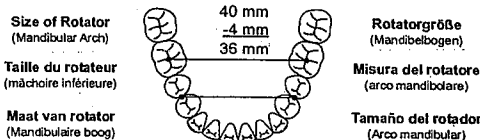

Fig. 1/Abb. 1/Afb. 1
1) When the mandibular permanent first molars are in a normal position, measure in millimeters across the arch, central pit-to-central pit. Then subtract 4 mm from this measurement (Fig. 1). The result will yield the size of the rotator to use in the maxilla and includes 1.5-to-2 mm of over-correction from the width of the molar bands and lingual sheaths. (When the rotation and expansion is greater than 4 mm, we recommend you use the Nitanium Palatal Expander 2.)
1) Sofern die mandibulären endgültigen ersten Molaren normal stehen, wird der Abstand über den Bogen in Millimetern gemessen (Zentralvertiefung zu Zentralvertiefung). Von diesem Wert 4 mm abziehen (Abb. 1). Das Ergebnis gibt die Größe des in der Maxilla zu verwendenden Rotators an und berücksichtigt eine Überkorrektur von 1,5 bis 2 mm von der Breite der Molarbänder und der lingualen Mäntel. (Sind die Drehung und Dehnung größer als 4 mm, sollte der Nitanium Palatal Expander 2 verwendet werden.)
1) Une fois les premières molaires de la mâchoire inférieure mises en position normale, mesurer la distance en millimètres en travers l'arcade, d'une fosse centrale à l'autre. Soustraire 4 mm de cette valeur (figure 1). Le résultat est la taille du rotateur à utiliser pour l'arcade supérieure ; elle comporte une correction de 1,5 à 2 mm prenant en compte les bagues molaires et les attaches linguales. (Lorsque la rotation et l'expansion sont supérieures à 4 mm, nous recommandons l'utilisation du Nitanium Palatal Expander 2.)
1) Quando i primi molari mandibolari permanenti sono in posizione normale, misurare in millimetri la distanza trasversale dell'arco, dall'incavo centrale all'incavo centrale. Sottrarre 4 mm dalla misura così ottenuta (Fig. 1). Il risultato corrisponde alla misura del rotatore da utilizzare nella mascella ed include 1,5-2 mm di correzione in più dovuti allo spessore delle bande molari e delle guaine linguali. (Quando la rotazione e l'espansione superano 4 mm, si consiglia di utilizzare il Nitanium Palatal Expander 2.)
1) Als de mandibulaire permanente eerste molaren zich in een normale positie bevinden, meet u de boogwijdte in millimeter, van middenholte naar middenholte. Trek vervolgens 4 mm van deze afstand af (Abb. 1). Het resultaat geeft de maat van de rotator die in de maxilla gebruikt moet worden en de breedte van de bandjes van de molaren en de linguale sheaths. (Als de rotatie en expansie groter zijn dan 4 mm, raden wij aan dat u de Nitanium Palatal Expander 2 gebruikt.)
1) Cuando los primeros molares mandibulares permanentes estén en posición normal, mida en milímetros a través del arco, de fosa central a fosa central. Luego reste 4 mm de esta medida (Fig. 1). El resultado proporciona el tamaño del rotador que debe usarse en el maxilar e incluye una sobrecorrección de 1,5 a 2 mm del ancho de las bandas molares y vainas linguales. (Cuando la rotación y expansión exceden 4 mm, recomendamos utilizar el Nitanium Palatal Expander 2.)